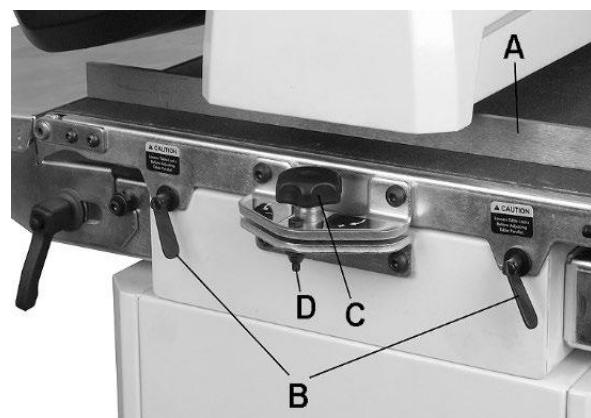

Abb. 8-4: Parallel Ausrichten der Trommel
3. Die Lehre auf der Außenseite der Trommel (A, Abb. 8-4) zwischen Trommel und Vorschubtisch einführen.
3. Ist eine Stufe an der Überlappungsstelle sichtbar, den Vorschubtisch durch Drehen des Einstellknopfes (C, Abb. 8-4) weiter absenken.
Hinweis: Beim Schleifen von schmalem Schleifgut in einem Durchgang, den Vorschubtisch wieder in die parallele Position bringen. Den Einstellknopf in die entgegengesetzte Richtung drehen, bis die Sicherungsmutter (D, Abb. 8-4) berührt wird. Die Sicherungsmutter dient als Festanschlag zur schnellen Rückkehr auf parallel.